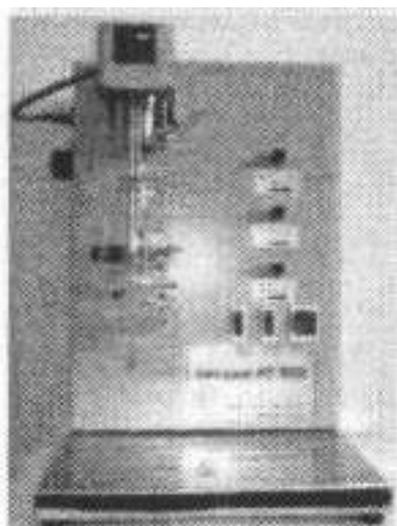

Рисунок 3 – Аппарат АТ – ПХП
3. *Аппарат для определения анилиновой точки* нефтепродуктов по ГОСТ 12329, ASTM D611, ISO 2977, DIN 51775 (рис. 3).